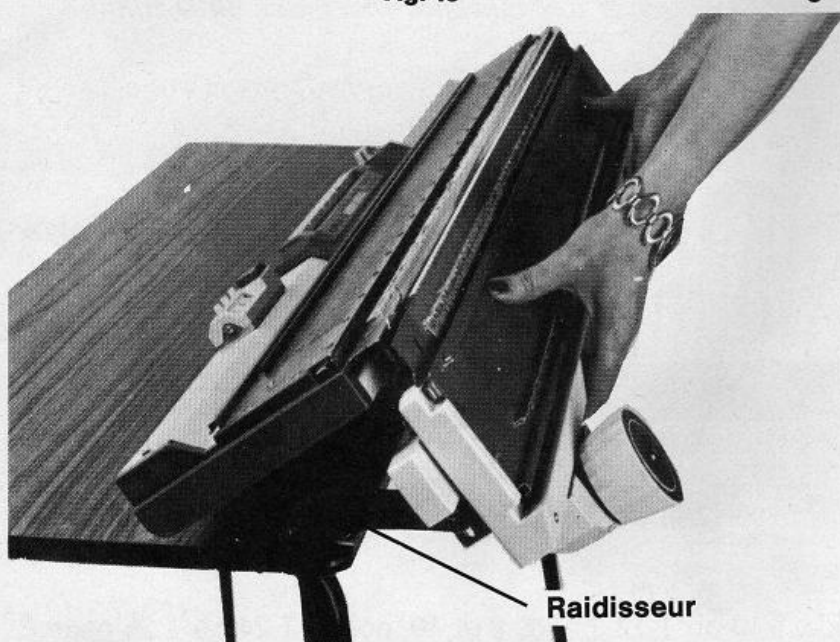

Fig. 15
- Présenter la T.4 en face de la machine principale en s'assurant que les raidisseurs reposent sur la table (fig. 15).